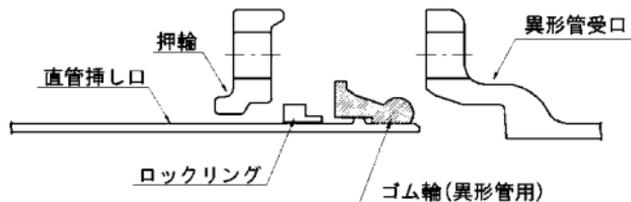

図73 解体手順(異形管)
- (1) T頭ボルト・ナットを取り外し、押輪を取り外す(図73)。